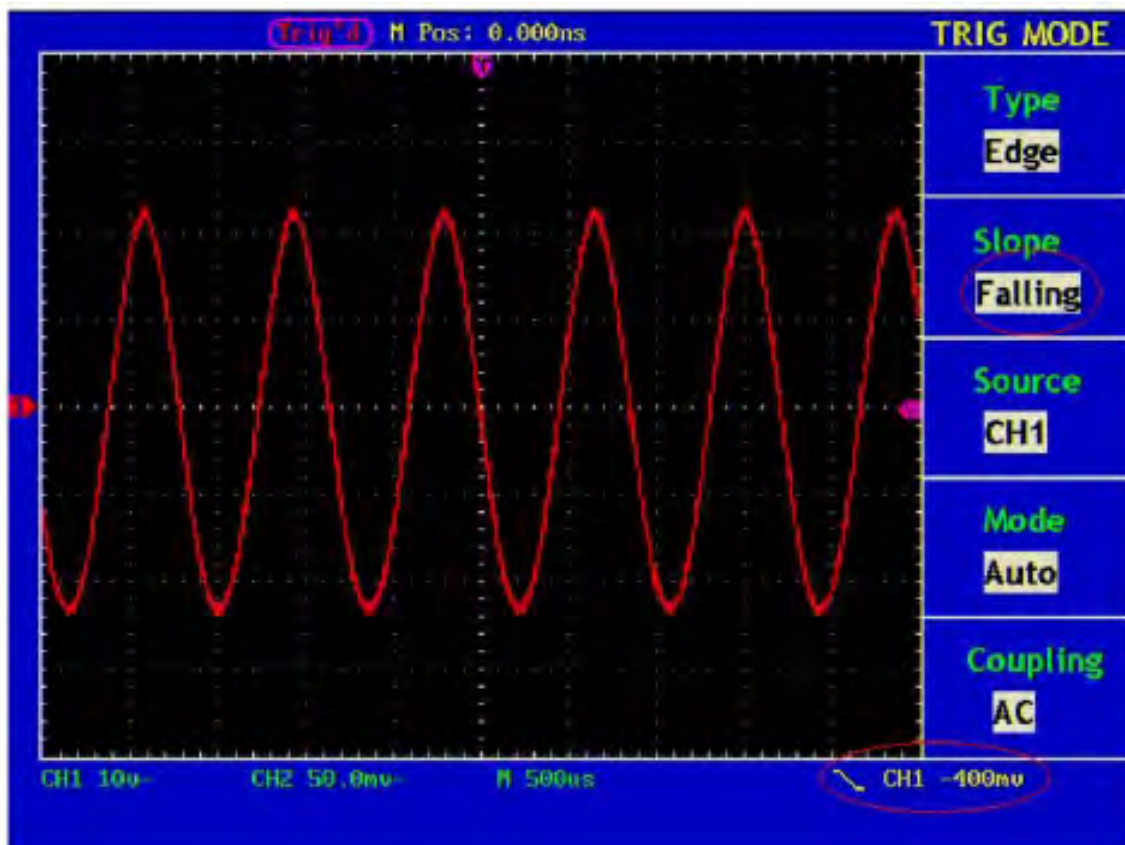

Abb. 29 Wellenform-Abstiegsflanke getriggert
7. Drücken Sie die Menüwahl taste **F2** und wählen Sie Falling bei Slope. Die Anzeige auf dem Bildschirm ist wie in Abb. 29 gezeigt.